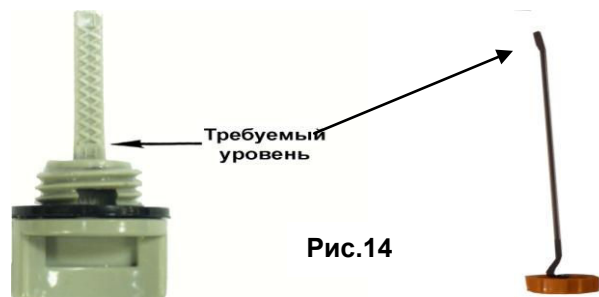

Рис.14
4. Проверить уровень масла и, если уровень ниже требуемого, долить.(см. рис.14).